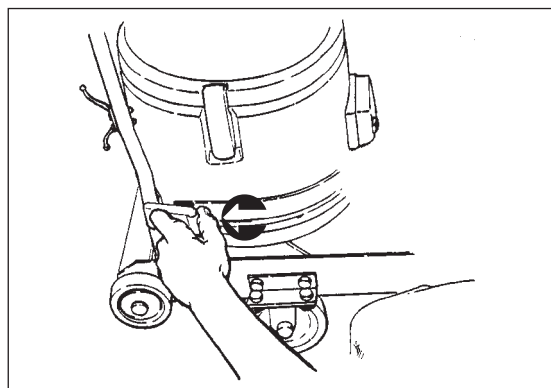

Рисунок 4
7. Отсоедините ремни вакуумного механизма, сняв вытяжную задвижку. Ремень отскочит назад и вакуумный механизм можно будет вынуть с рамы. (См. Рисунок 4)